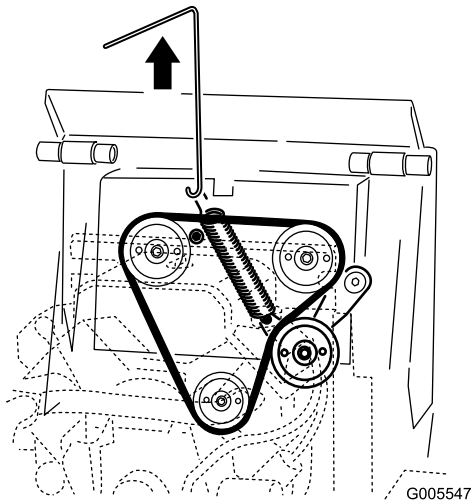

**Figura 47**
4. Retire el muelle de la polea tensora del conjunto de la polea tensora (Figura 47).
6. Instale una nueva correa de transmisión alrededor de las tres poleas (Figura 47).